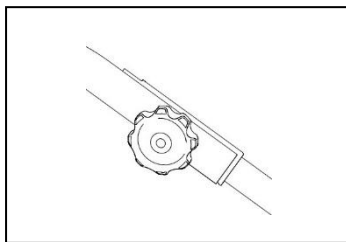

Fig. 3B
B. Serrez le bouton pour relier la rampe supérieure et inférieure. Fig.3B